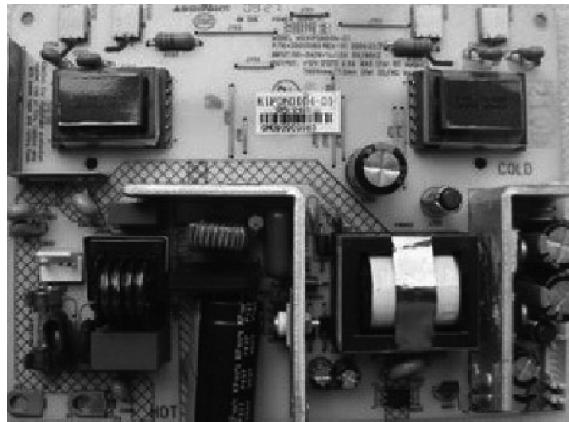

图 3-29 康佳的 KIP060I04 - 01 (34005503 和 34005575) 电源—高压板
① 电源—高压二合一板换板维修时要注意是几灯的，还要注意所接接口是小口还是大口。输出的电压一般是一致，容易忽视的是输出电流，输出的电流应与原机电流一致或稍大，但不能偏小。
② 要注意电源高压板的安装尺寸要基本与原机一致。
③ 代换电源高压板时，若有原品牌的代换板尽量采用原品牌的，若没有原品牌的再考虑采用通用电源高压板进行代换。
④ 不同机型的电源—高压板有时可以互换，例如康佳的 KIP060I04 - 01 (34005503 和 34005575) 电源高压板（见图 3-29）则可以互换。该板 34005503 是采用四口，34005575 则是采用二口，但电路板可以通用。